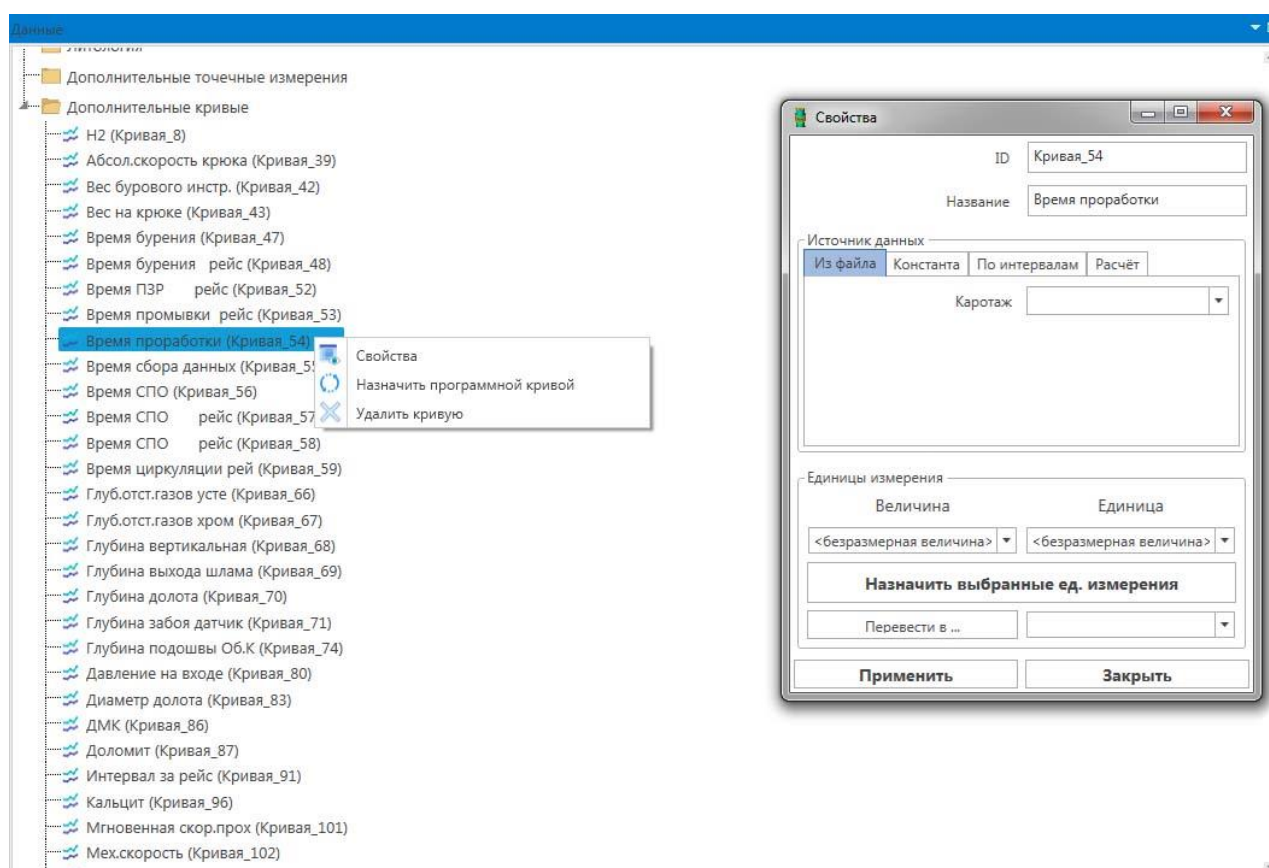

Рисунок 17 Настройка дополнительных кривых
4. Дополнительные кривые (**Рисунок 17**). Через контекстное меню доступно: